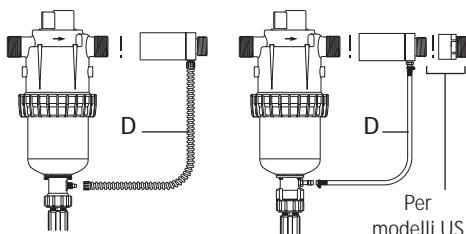

Fig. 2
Per i modelli Iniezione Esterna (IE) che permettono di lavorare con certi concentrati corrosivi, il Dosatron è anche consegnato con un sottosistema iniezione esterna (Fig. 2-D).